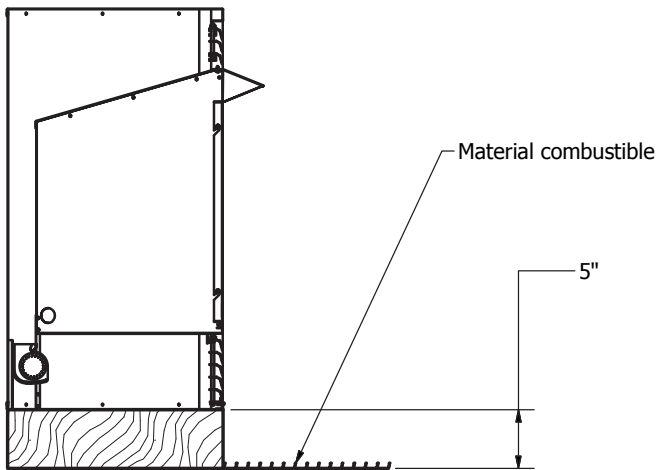

Figura 7: espacios libres mínimos sobre piso combustible
5. **Espacios libres con respecto al piso:** el piso interno de la cámara de la chimenea se debe instalar por lo menos 5" por encima de cualquier piso de material combustible, por ejemplo, una alfombra o baldosas de asfalto, que esté a menos de 14" de la base de la chimenea. Figura 7